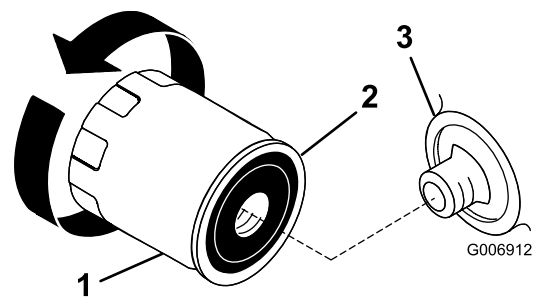

Figura 33
2. Togliete il filtro dell'olio usato e tergete la superficie della guarnizione del adattatore del filtro (Figura 33).
3. Spalmate un velo di olio nuovo sulla guarnizione di gomma del nuovo filtro dell'olio (Figura 33).
5. Girate il filtro in senso orario finché la guarnizione di gomma non tocca l'adattatore, quindi serrate il filtro di un altro 1/2 o 3/4 di giro (Figura 33).